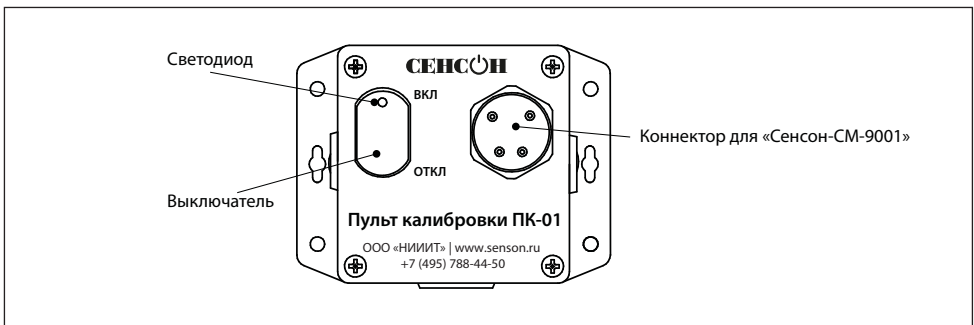

Рис.3. Коммутационный модуль пульта калибровки ПК-01
- Установите газоанализатор "Сенсон-СМ-9001" в коннектор коммутационного модуля. Расположение выводов исключает возможность его неправильной установки (рис.3).